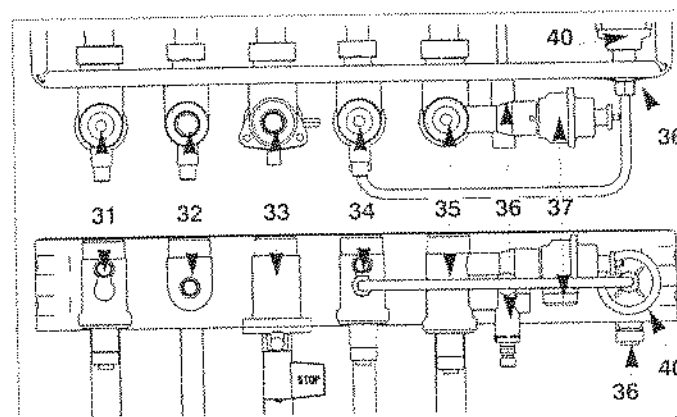

Fig. 22 - vues de dessus et de face
### Barrette robinetterie (fig. 22)
3. Ouvrez l'arrivée du gaz en tournant le robinet gaz "33" (fig. 22, page 20), sur la position « 🔥 ».
- Coupez l'arrivée du gaz en tournant le robinet "33" (fig. 22, page 20), sur la position « STOP ».